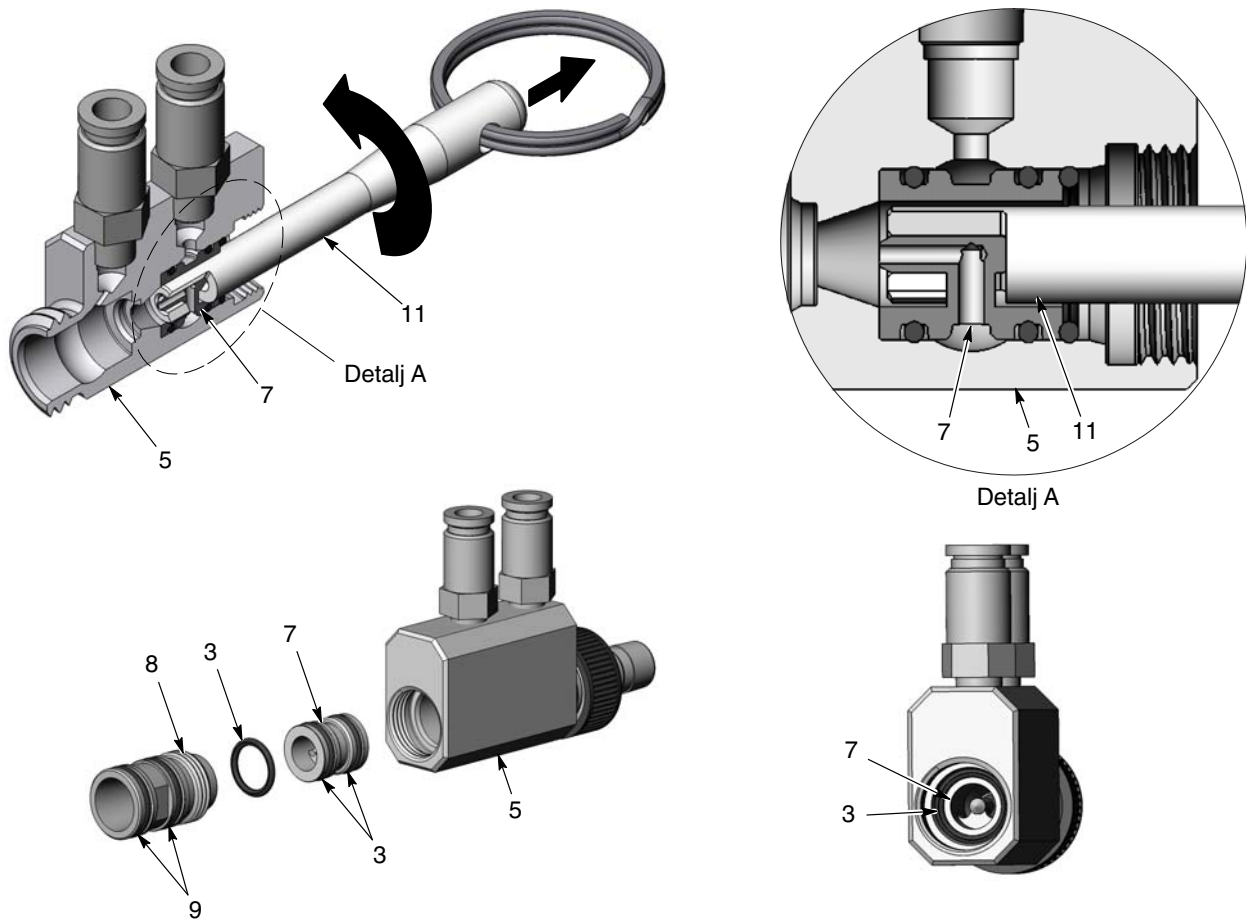

Bild 4 Demontering och installation av injektor
1. Se bild 4. Skruva av injektoradaptorn (8) från pumphuset (5) med den fasta nyckeln.
2. Stick in utdragningsverktyget (11) i injektorn (7) och vrid det medurs så att den krokas i injektortappen så som visas. Vrid medurs, samtidigt som man drar i verktyget för att få ut injektorn ur pumphuset.
4. Sätt på två O-ringar (3) på injektorn, tryck därefter in injektorn i pumphuset, och var noga med att injektormunstycket pekar mot husets utgångsände. Utdragningsverktyget kan användas för att helt trycka in injektorn till botten av pumphusets kavitet.
5. Inspektera den lösa O-ringen (3) och kontrollera att den inte har några skador, eller är vriden. Sätt på den på pumphuset så att den bottnar mot injektorn. Utdragningsverktygets ände kan användas för att kontrollera att den bottnat korrekt.